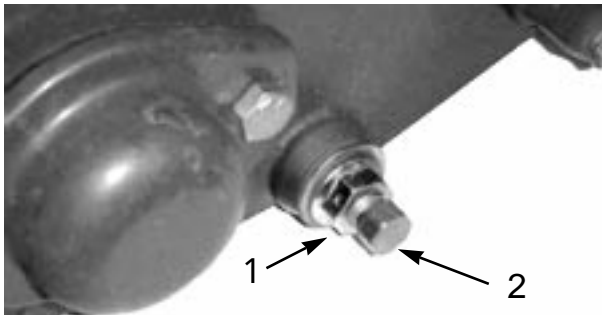

図 49
3. ベッドバー・ボルトを固定しているジャムナット(機体両側)をゆるめる(図49)。
4. 各ベッドバー・ボルトを抜いてベッドバーを下に引き抜いて外す。ベッドバーの両端にナイロン・ワッシャとスチール・ワッシャ2枚ずつあるので回収保管する(図49)。